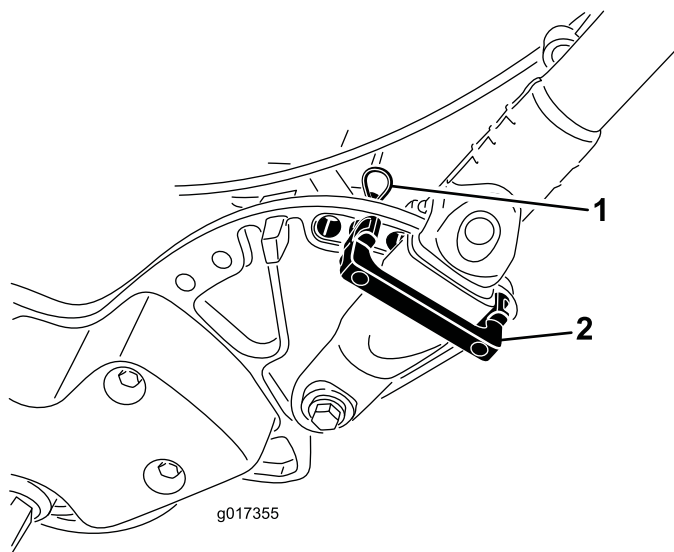

Figura 7
1. Mentre sostenete la stegola, rimuovete le fascette per cavi che fissano i morsetti della stegola alle piastre laterali (Figura 7).
2. Ruotate la stegola nella posizione di funzionamento desiderata, inserite un fermo della stegola sul relativo morsetto e nei fori corrispondenti nella piastra laterale (Figura 7).
3. Mantenete il morsetto in posizione con la coppiglia a forcina (Figura 7).